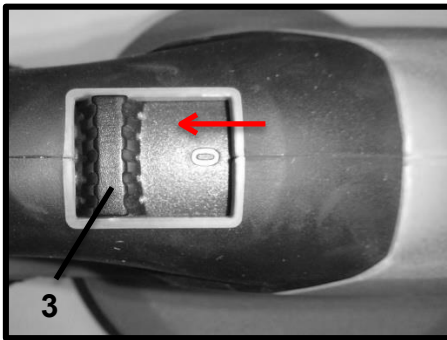

Рис.11
- Установите переключатель скорости (3) в положение “0” (Выкл.) Рис.11.